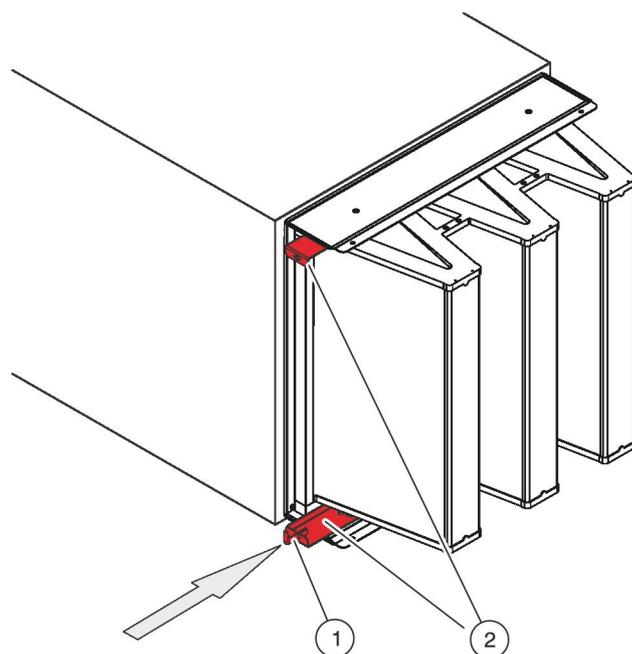

Рис. 62: Вставка зажимных рейлов
7. ▶ Используйте специальный ключ (Рис. 62/1), чтобы задвинуть съемные рейсы (Рис. 62/2) до упора.